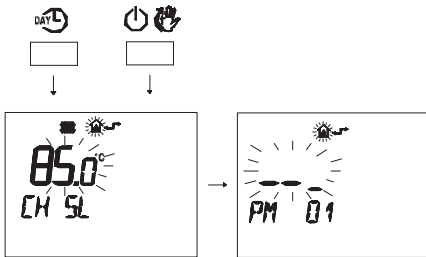

Figura 5.35
- Premere contemporaneamente i pulsanti **DAY** e **ON/OFF** per entrare nella programmazione trasparente (Figura 5.35).